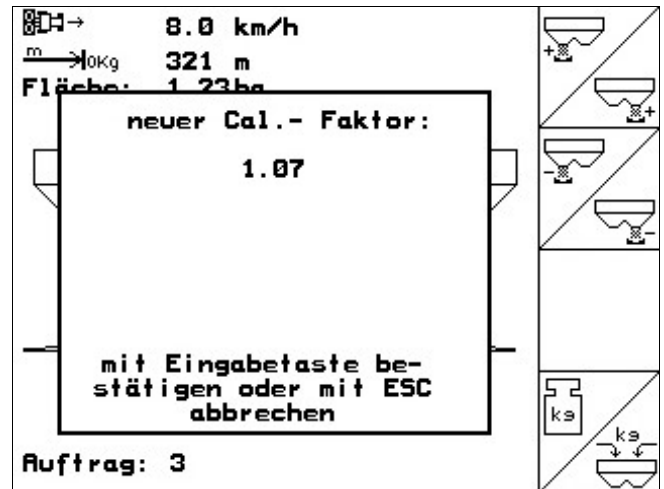

Рис. 39
- Отобразится новый калибровочный коэффициент, подтверждается при помощи , или отменяется при помощи  (Рис. 39).